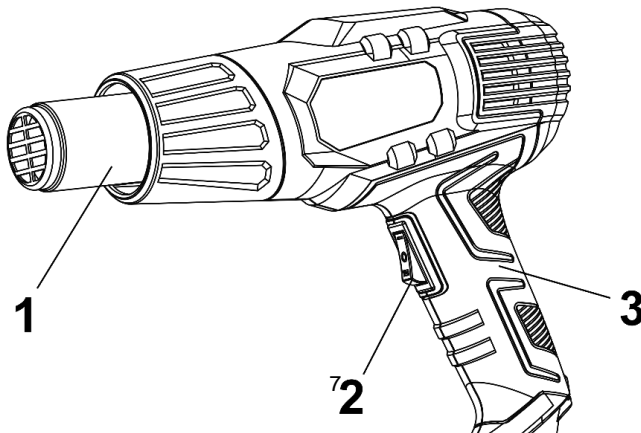

Рисунок 1
2.2.1 Конструкція виробу вміщена в корпус з термостійкого пластику і складається з наступних основних частин: нагрівального блоку в складі нагрівального елементу спірального типу в термоізолюючому кожуху з вихідним сталевим соплом нагрітого повітря (1); компресорного блоку у складі колекторного двигуна змінного струму з відцентровим повітряним компресором; перемикач/вимикач температурних режимів (2), – згідно рис. 1. Корпус обладнаний рукояткою (3) з торцевою опорою для міжопераційного зберігання або роботи соплом вверх. Електрична частина виробу складається з колекторного однофазного електродвигуна змінного струму, перемикача електричного струму, електронного блоку управління з регулятором температури, з'єднувальних проводів і мережевого шнура. Захист від ураження електричним струмом користувача у виробі відповідає класу II за ДСТУ EN 61140:2015.